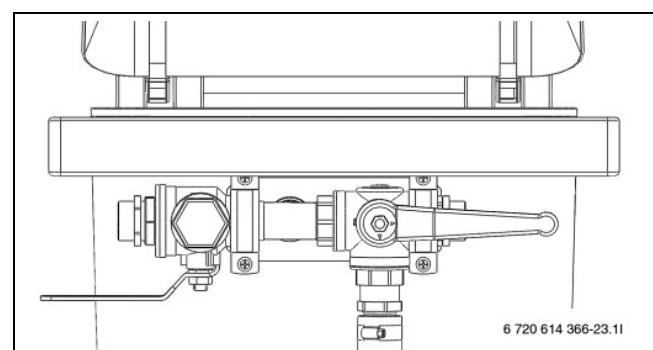

Fig. 23 Vulstation in vulpositie
- VentieLEN van het vulstation op de vulpositie zetten en circuit met brijn vullen (→ Fig. 23).